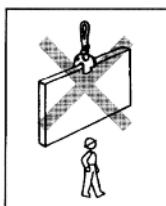

Figure 14
19. **NE PAS** : rester près de la charge pendant sa levée (OU son levage).. L'opérateur (utilisateur) devrait se tenir à l'écart de la charge et ne devrait jamais lever au-dessus des personnes ou de la machinerie (FIG. 14).